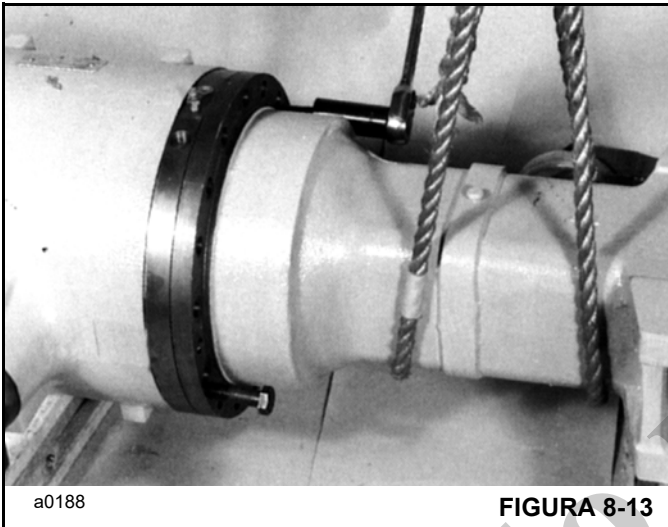

FIGURA 8-13
- b. Eleve el brazo del eje para separarlo de la cabeza motriz utilizando los pernos que aseguran la cabeza motriz (Figura 8-13). Retire todos los residuos de material de empaquetadura de las superficies de acoplamiento.